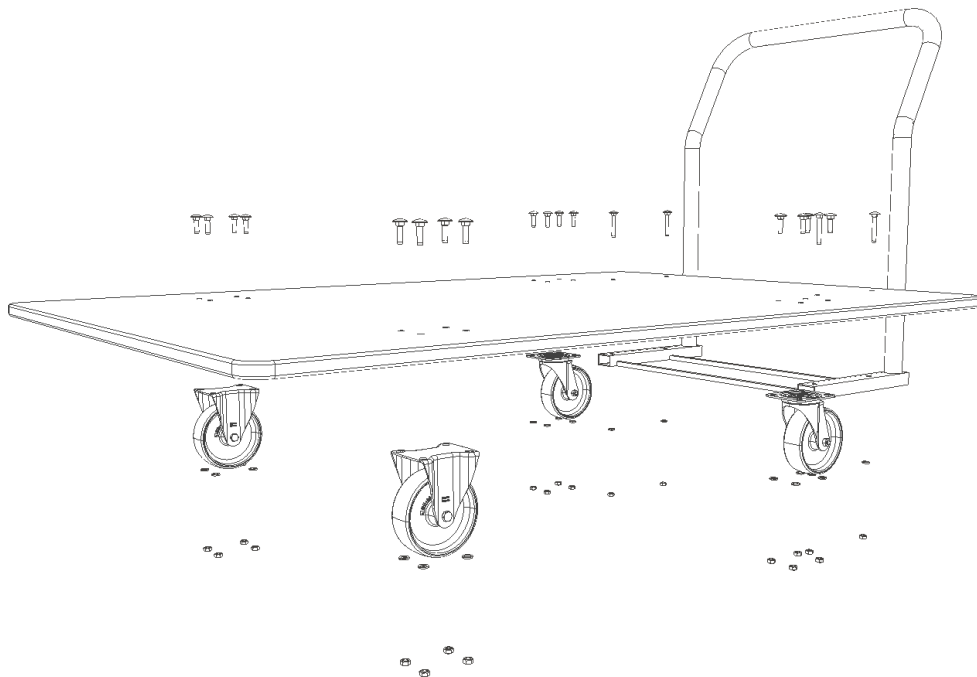

Abb. 1: Explosionsdarstellung
Hinweis: Achten Sie darauf, die Lenkrollen wie in Abb. 1 zu sehen auf der Seite des Bügels ② zu montieren.